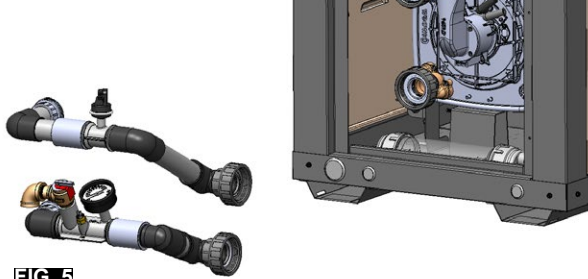

FIG. 5
5. Conjuntos de fontanería de entrada y salida retirados y dejados a un lado. (Fig. 5)